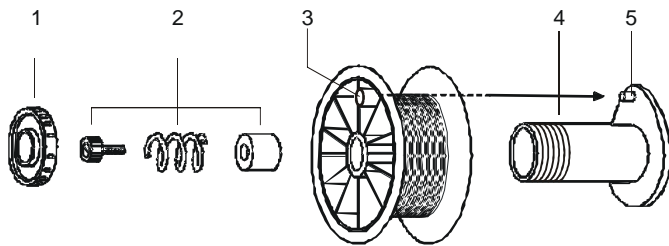

Fig.1
- Para aplicar a bobina sobre o desenrolador, desapertar a porca de sujeição (1-fig.1) e colocar a bobina de fio verificando se o orifício da bobina (3-fig.1) se aloja no pino (5-fig.1) do desenrolador (4-fig.1) para que o sistema de travagem (2-fig.1) se mantenha operativo. Depois de colocada a bobina apertar a porca de sujeição (1-fig.1).